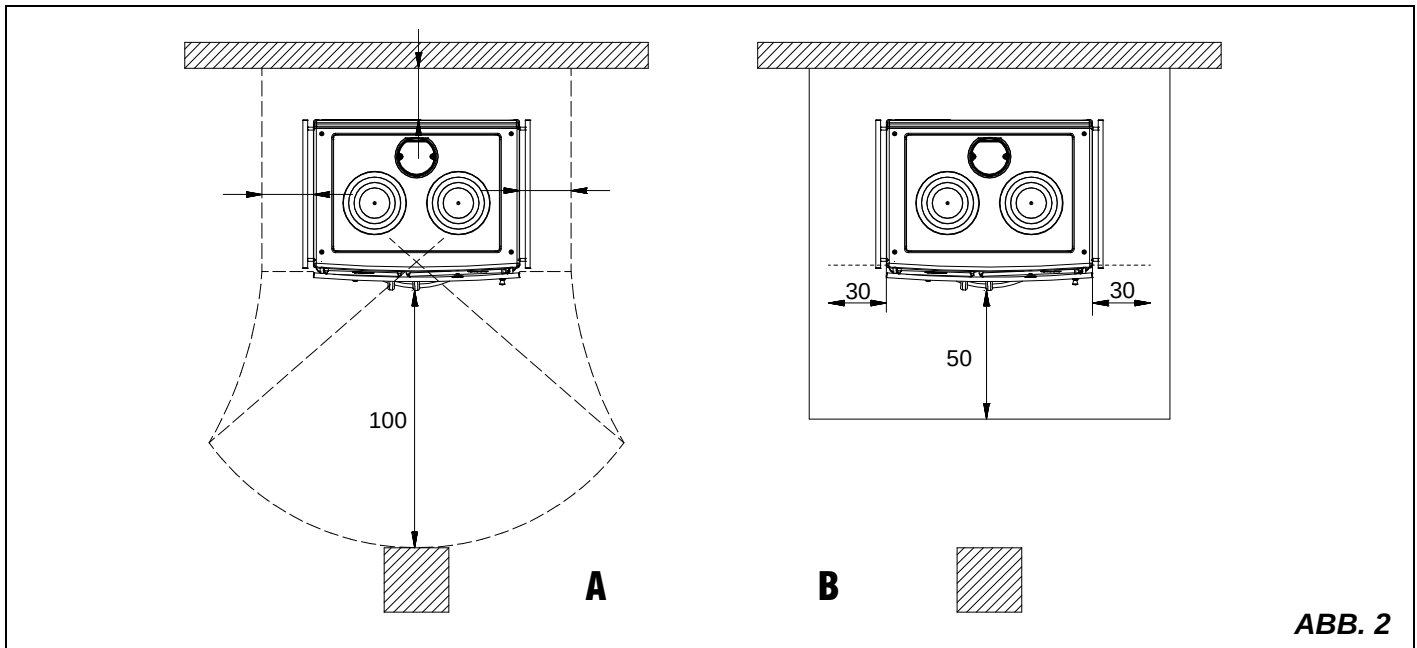

ABB. 2
- a) Um eine ausreichende Wärmedämmung zu gewährleisten, muss die Mindestanforderungen für Sicherheitsabstand (siehe ABB. 2 - A) eingehalten werden. **Alle Sicherheitsabstände sind auf der Typenschild des Produktes gezeigt und sollten nicht unter der angegebenen Werte liegen.**
- c) Wenn das Produkt auf einem leicht entzündlichen Boden installiert wird, muss ein feuerfester Unterbau vorgesehen werden. **Fußböden aus brennbaren Materialien** wie Teppich, Parkett oder Kork, **müssen durch einen entsprechenden Belag** aus nicht brennbaren Baustoffen, zum Beispiel Keramik Stein, Glas oder Stahl ersetzt werden (Abmessungen nach der regionalen Ordnung). Die Verkleidung muss frontal mindestens **50 cm** und seitlich mindestens **30 cm** über die Öffnung der Ladetür vorstehen. (ABB. 2 Pos. B)